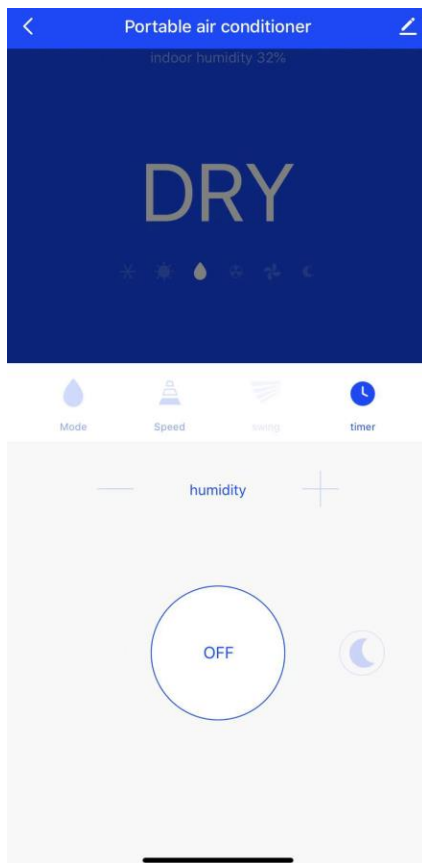
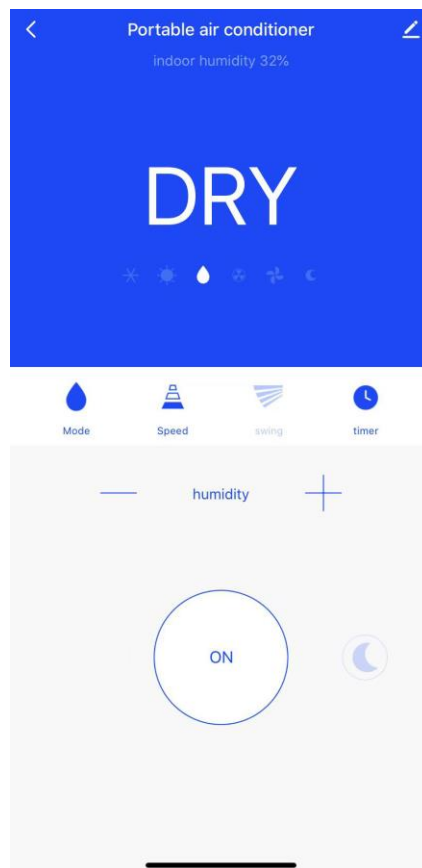

Fig. 8
Fig. 9
1. Tryk på "OFF" i fig. 8, hvorefter grænsefladen ændres til fig. 9 og apparatet begynder at virke.